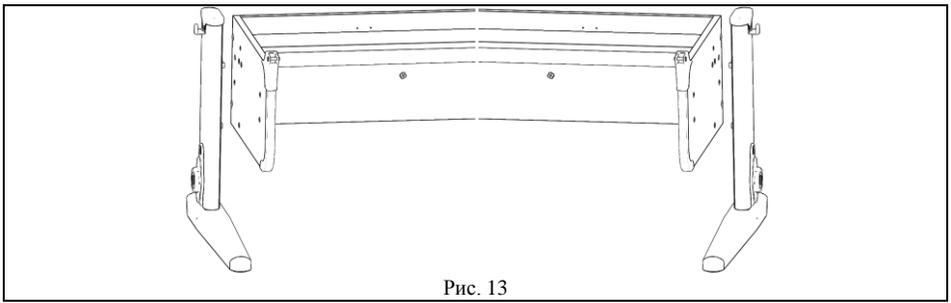

Рис. 13
5.3.1. Вставить левую стойку (сборка по п. 5.2) в основание стола (сборка по п. 5.1) согласно рис. 13.